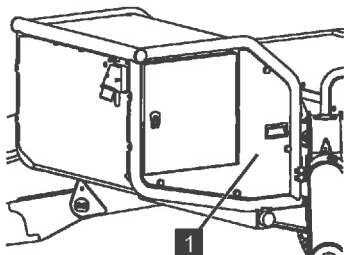

Abb. 172
2. Die Abdeckung (Abb.172/1) abschrauben.